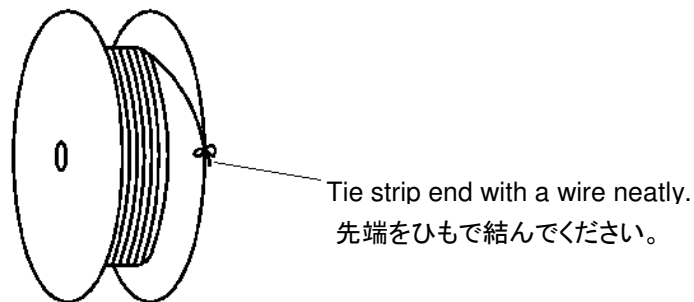

Fig.5
- (4) When remove the contact reel from the machine, fasten the end of the contact strip on the edge of the reel with proper string or wire. (See Fig.5)
圧着機から一時取り外されたリールは、その先端の端子を適切な紐や針金によってフランジに結び、リールがほどけない様にして下さい。(図 5 参照)